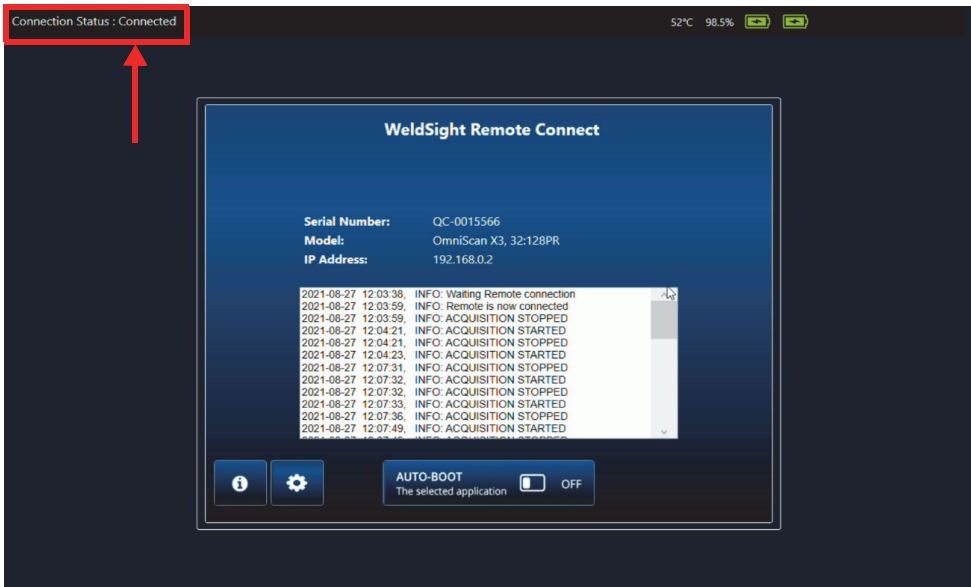

图 7-6 连接状态：已连接
7. 如果一切配置正确，WeldSight Remote Connect（WeldSight远程连接）中的状态应该从**Ready**（就绪）变为**Connected**（已连接）（参见第79页的图 7-6）。